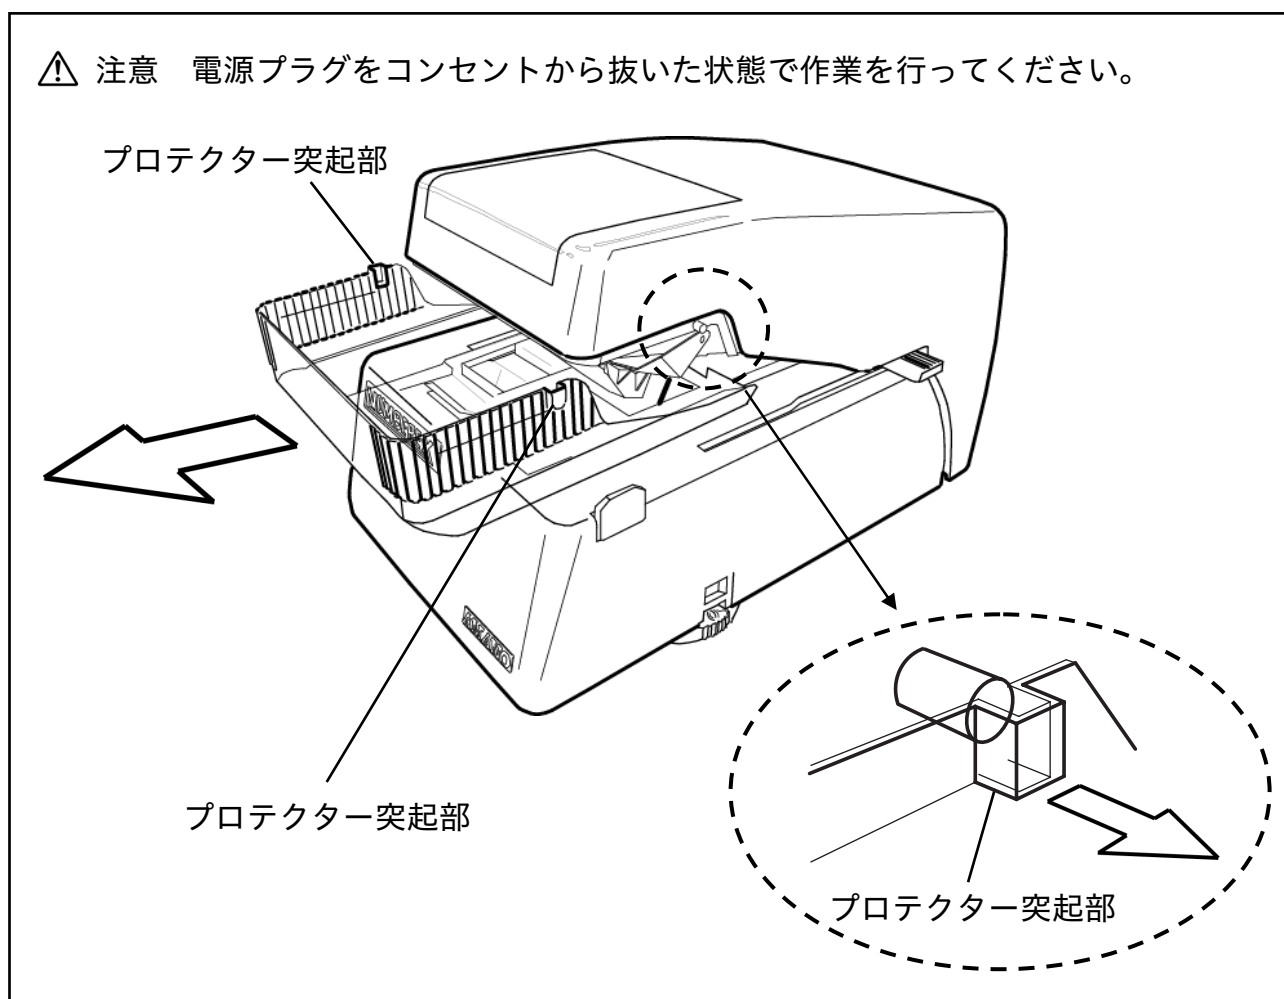

図9
- (1) プロテクターの左右突起部を広げながら、手前に引いて取りはずしてください。(図9参照)